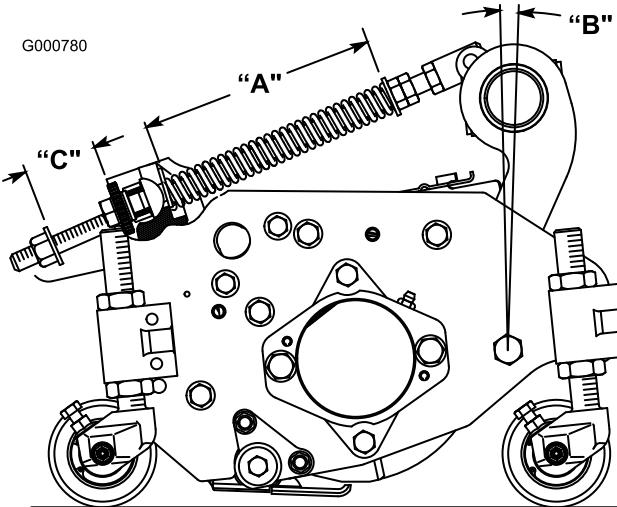

Figura 8
A mola de compensação (Figura 8), que liga a estrutura de suporte à unidade de corte, controla a rotação (para a frente e para trás) disponível e a distância ao solo no transporte e nas inversões de marcha.
1. Aperte a porca de bloqueio na parte posterior da haste da mola até que a folga (C) entre a parte posterior do suporte da mola e a parte da frente da anilha seja de 25 mm (Figura 8).
- Aperte as porcas sextavadas na extremidade dianteira da haste da mola até que o comprimento da mola em compressão (A) seja de 203 mm (Figura 8).
Nota: Se estiver a cortar relva muito grossa ou irregular, aumente o comprimento da mola em compressão (A) para 216 mm e a folga (C) entre a parte posterior do suporte da mola e a parte frontal da anilha para 38 mm (Figura 8).